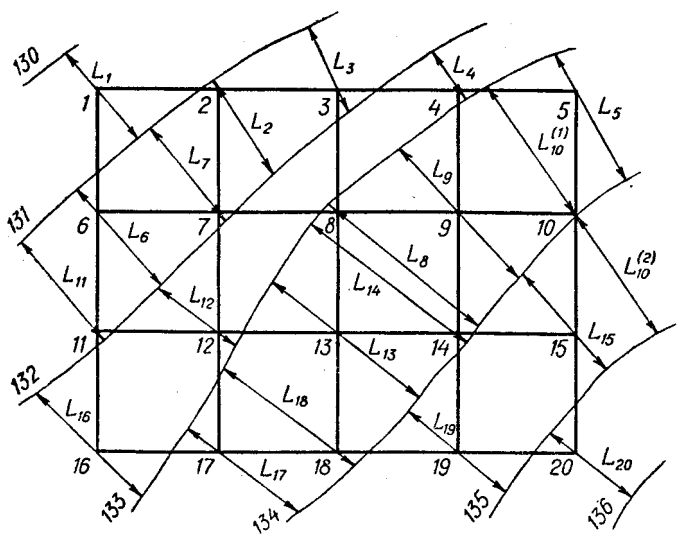

Рис. 3. Определение L
- 3) минимальные расстояния между соседними горизонталями с обеих сторон вершины L , мм (рис. 3).